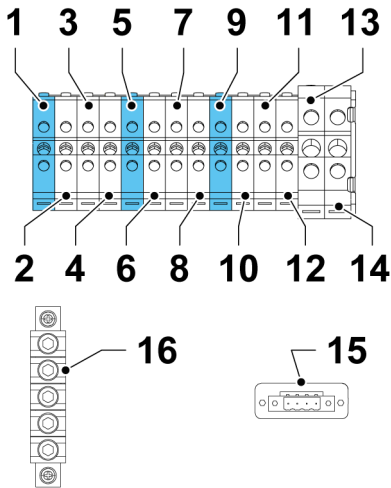

Abbildung 10. Stromkabelanschlüsse im 93PS 8-10 kW
4. Schließen Sie die Kabel an ihren entsprechenden Klemmblocken an; siehe Abbildung 10.
Anweisungen über die Installation des externen Batterieschranks und über die Verkabelung der Batterie sind dem Anleitungshandbuch des externen Batterieschranks zu entnehmen. Erden Sie den externen Batterieschrank / das vom Kunden bereitgestellte Batteriesystem gemäß Abbildung 10 mit dem PE-Anschluss 16.